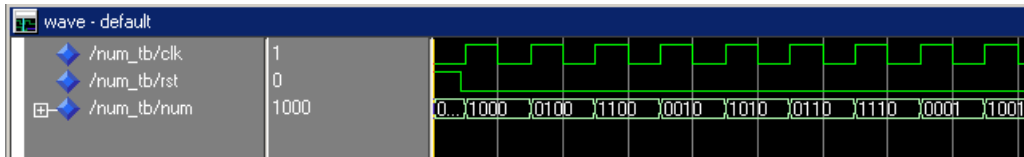

Figura 3. Afișarea rezultatelor simulării în fereastra *Wave* a simulatorului ModelSim.
7. În aceeași fereastră, observați că secvența de numărare obținută, indicată prin succesiunea valorilor binare ale semnalului *num*, este 0, 8, 4, 12, 2, ..., secvență care nu este corectă (Figura 3). Se mai poate observa că valorile binare ale vectorului *num* corespund secvenței corecte de numărare în cazul în care biții sunt citați începând cu cel mai puțin semnificativ (în ordine inversă).